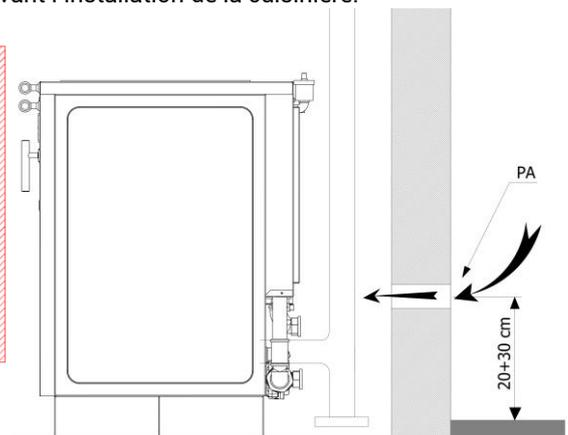

Figure 4
- L'air externe peut être amené directement par le tuyau de 80 mm de diamètre avec joint d'étanchéité (voir figure 4);